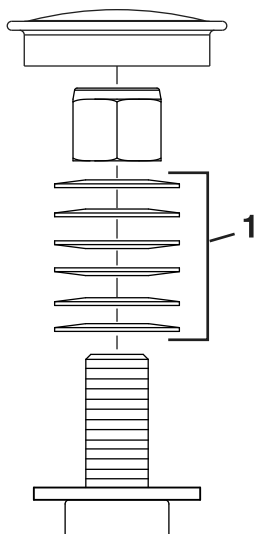

Рисунок 55
3. Зніміть пилрозахисну кришку з колеса і затягніть контргайку (Рисунок 55).
4. Затягніть контргайку, доки запобіжні шайби не стануть рівними, а потім відкрутіть на $\frac{1}{4}$ обороту, щоб встановити належним чином попереднє навантаження на підшипники (Рисунок 55).
Важливо: Переконайтеся, що запобіжні шайби встановлені належним чином, як показано в Рисунок 55.
5. Встановіть пилрозахисну кришку (Рисунок 55).